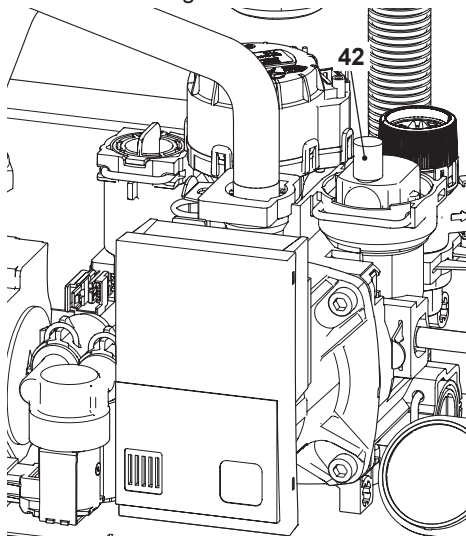

Figura 6.3
- Svitare il tappo della valvola di sfiato automatica 42 in Figura 6.3.